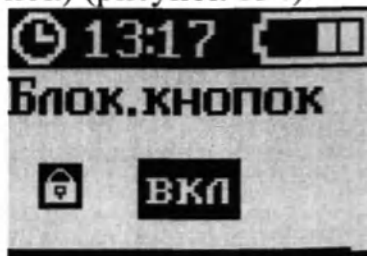

Рисунок 134 – Экран «БЛОК.КНОПОК»
5. Кнопками «ВВЕРХ» и (или) «ВНИЗ» выбрать параметр «ВКЛ» («ОТКЛ» для отключения блокировки кнопок) (рисунок 134).